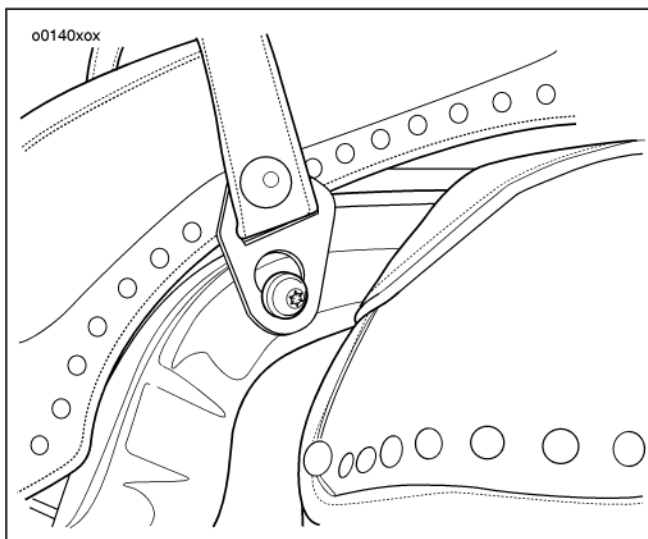

Figura 72. Sella (staffa della fascetta)
2. Asportare i due bulloni di fissaggio (3) da ambo i lati della sella.
3. Vedere la Figura 72. Localizzare la staffa della fascetta della sella sul lato SINISTRO della motocicletta.
9. Vedere la Figura 72. Tirare la sella per accertare che sia ben fissata.